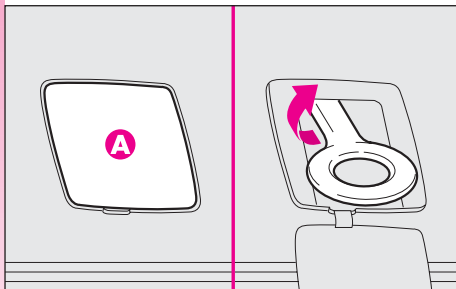
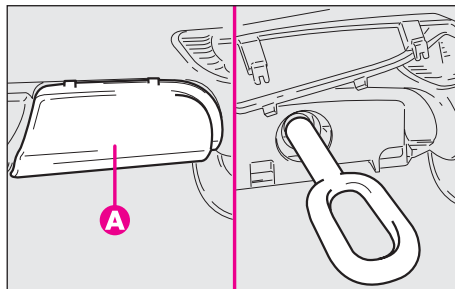

fig. 55 - avant
fig. 56 - arrière
— Enlever le couvercle (A) monté par pression sur le pare-chocs avant (fig. 55) ou arrière (fig. 56). Pour cette opération, au cas où on utilise le tournevis fourni à lame à pointe plate, il faut protéger la pointe avec un chiffon souple, afin d'éviter d'endommager la voiture.